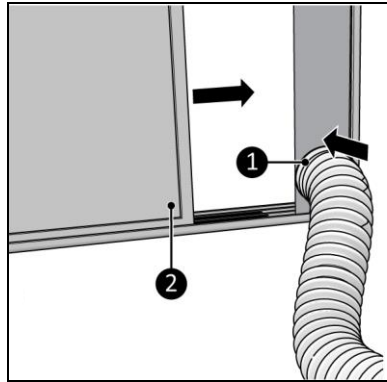

Abbildung 11
4. Schließen Sie das Fenster (Abbildung 11, Pos. 2), dadurch wird das Fenster-Kit an Ort und Stelle gehalten.
5. Verbinden Sie den Anschluss des Fenster-Kits mit dem Fenster-Kit (Abbildung 11, Pos. 1).